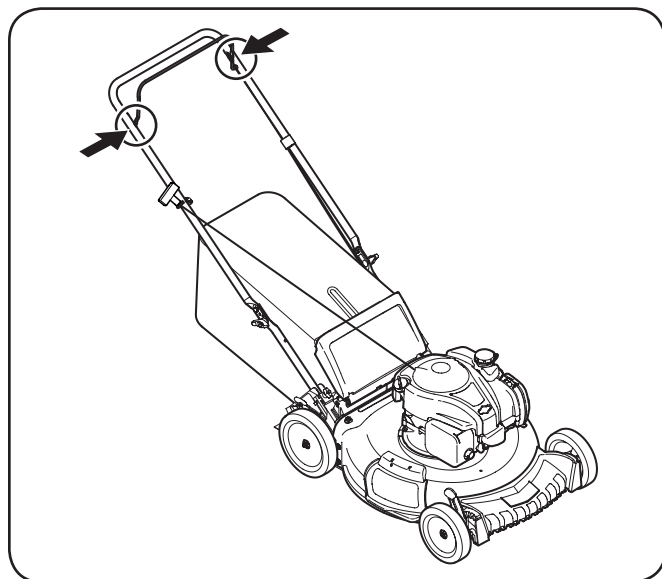

Figure 6-1
1. Lubrique con aceite ligero los puntos de pivote del control de la cuchilla al menos una vez cada estación. El control de la cuchilla debe funcionar libremente en ambas direcciones, Figure 6-1.